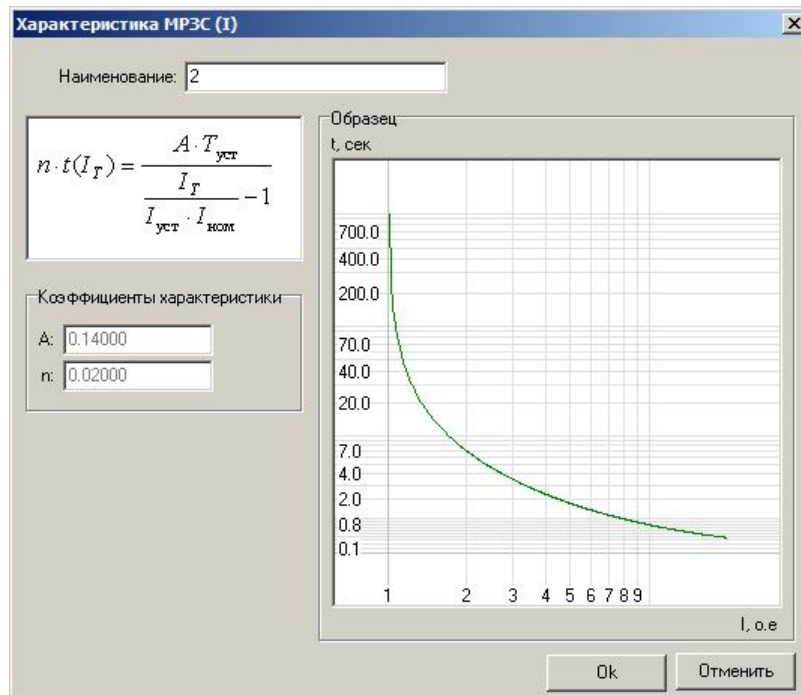
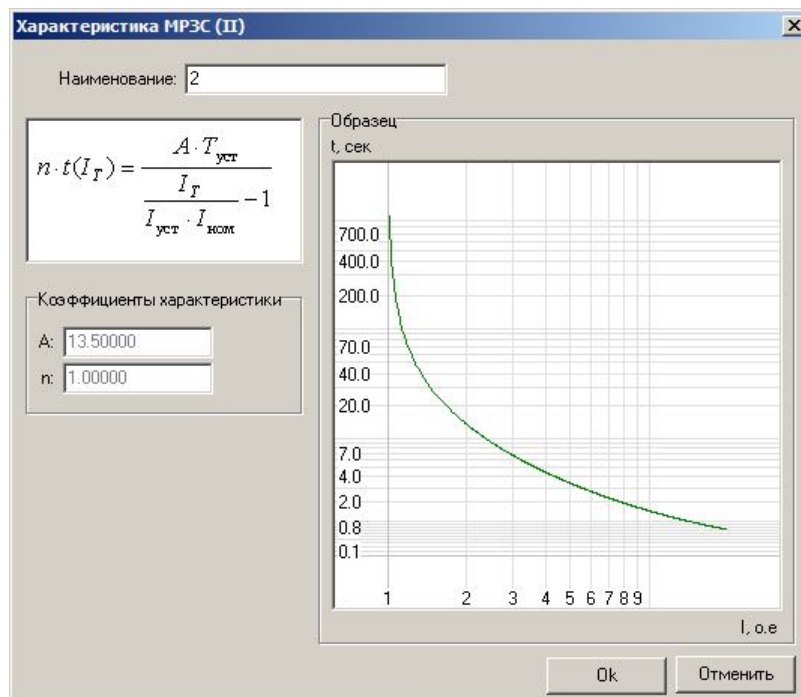
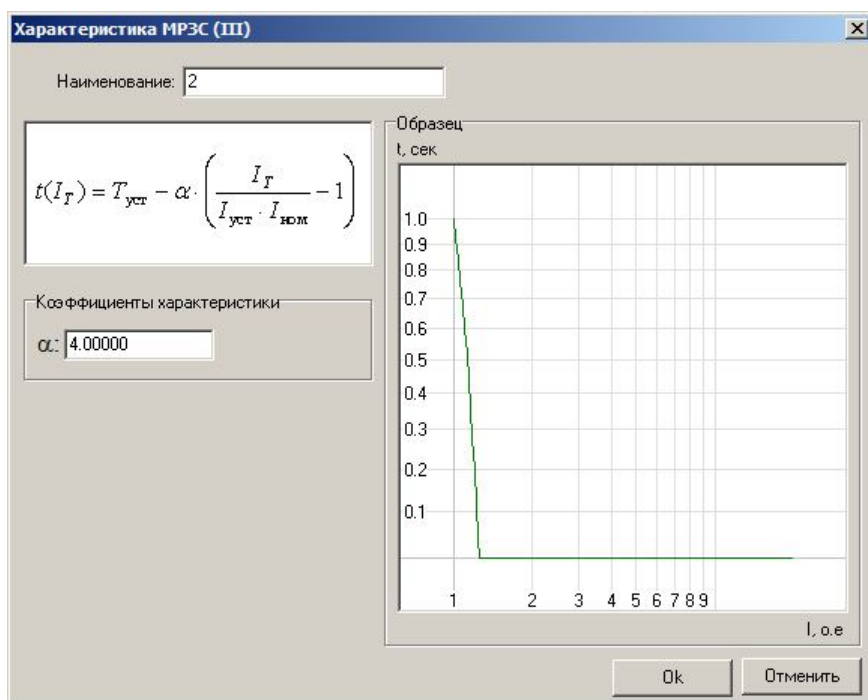
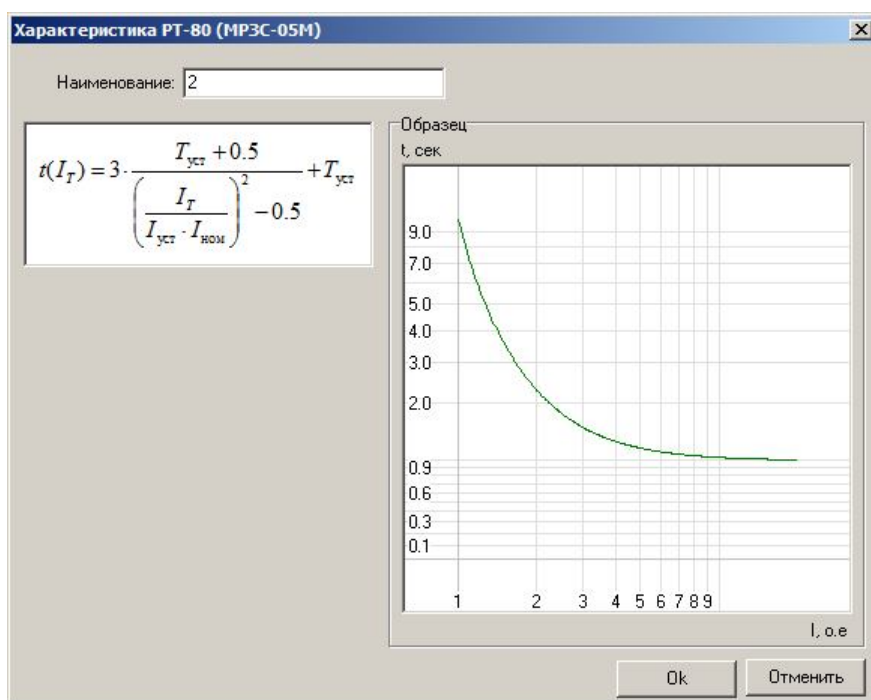

Рис. 5.11. Характеристика МРЗС (I)
Рис. 5.12. Характеристика МРЗС (II)
Рис. 5.13. Характеристика МРЗС (III)
Рис. 5.14. Характеристика РТ-80 (МРЗС 05М)
Предусмотрены также особенные характеристики, такие как МРЗС (I) (рис. 5.11), МРЗС (II) (рис. 5.12), МРЗС (III) (рис. 5.13) и РТ-80 (МРЗС-05М) (рис. 5.14).